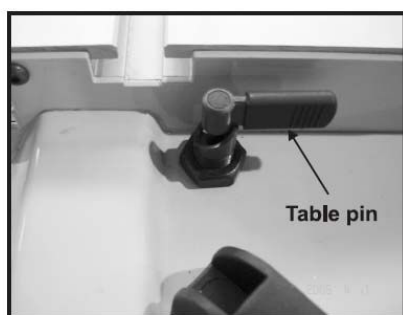

Fig. 49
2. Заприте подвижную каретку в определенном положении (см. рис. 49).